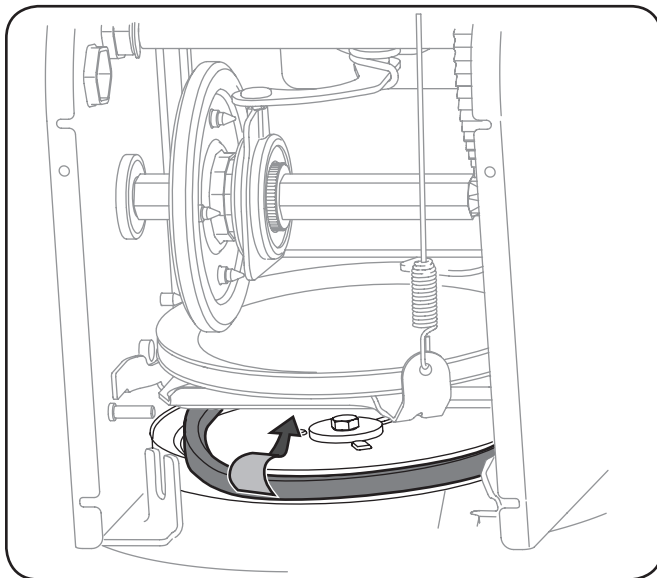

Figura 7-5
7. Retire la correa de alrededor de la polea de la barrena y deslice la misma entre la ménsula de soporte y la polea de la barrena. Vea la Figura 7-5.